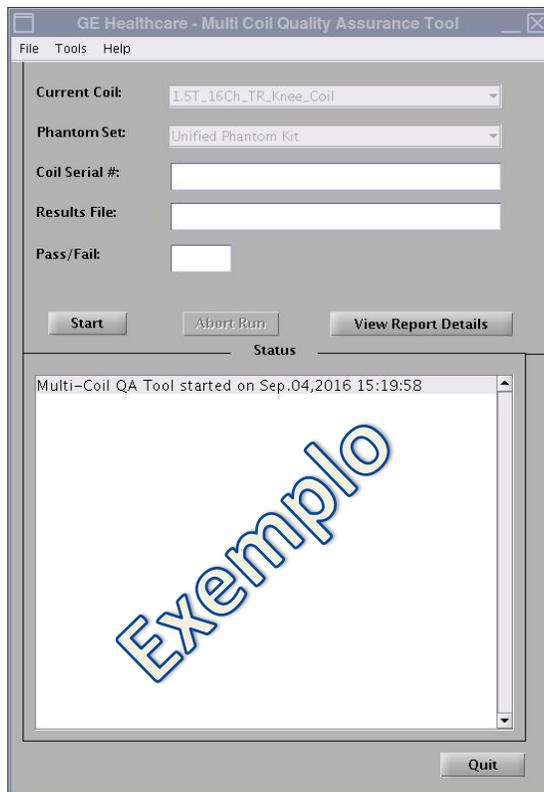

Figura 3
O campo da bobina atual será automaticamente preenchido (Figura 3), com base no ID da bobina conectada ao LPCA. Insira o número de série da bobina que está sendo testada no campo Coil Serial # (Número de Série da Bobina).
2. Clique em [Start] (Iniciar) para começar o teste automatizado, como aparece na Figura 3. Dependendo do número de localizações de teste (complexidade da bobina), o teste poderá levar de 3 a 5 minutos.